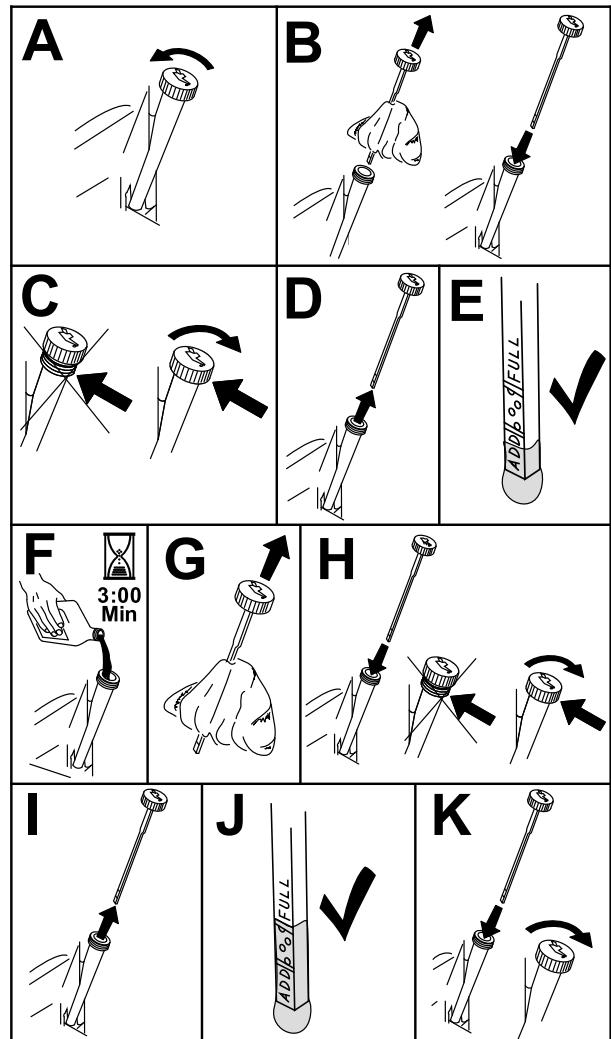

Figura 40
3. Para que no entre suciedad, recortes de hierba, etc., en el motor, limpie la zona alrededor del tapón de llenado/varilla de aceite antes de retirarlo (Figura 40).